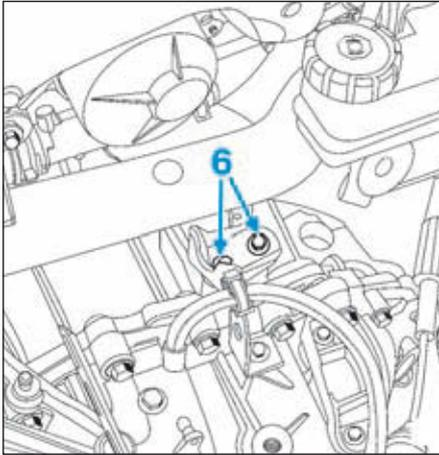

FIG.7
- Dégrafer puis écarter la goulotte (5) du câblage batterie.
- les vis (6) de fixation du support de commande de la boîte de vitesses mécanique (Fig.7),